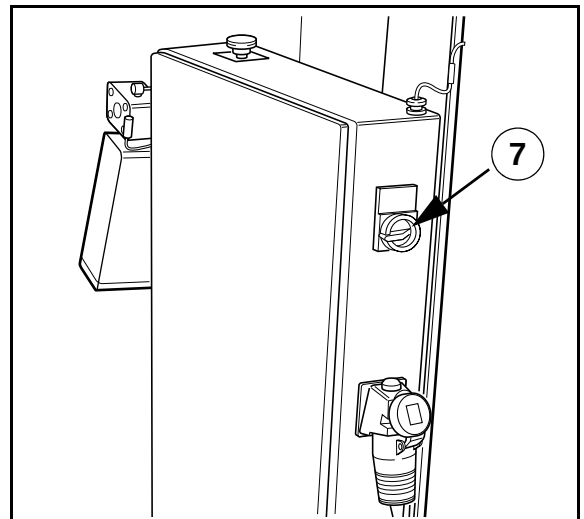

Abb. 28 Stellen Sie den Hauptschalter auf ON
- 7 Bringen Sie den Hauptschalter in die ON-Stellung. Abb. 28.